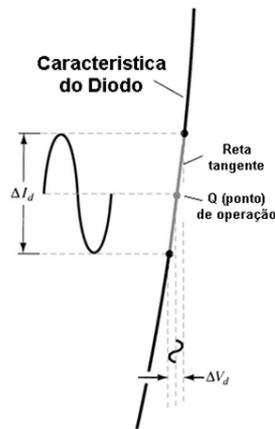

Figura 2.7 – Determinação da resistência AC (Robert L. Boylestad, *Disp. e Circ. Eletrônicos*)
- ✓ Para a análise AC, a relação é análoga, porém utiliza-se o conceito de variação infinitesimal sobre o ponto de operação DC, onde  $r_D = \delta V_D / \delta I_D$ . A Figura 2.7 ilustra essa variação a partir de um ponto real de operação.